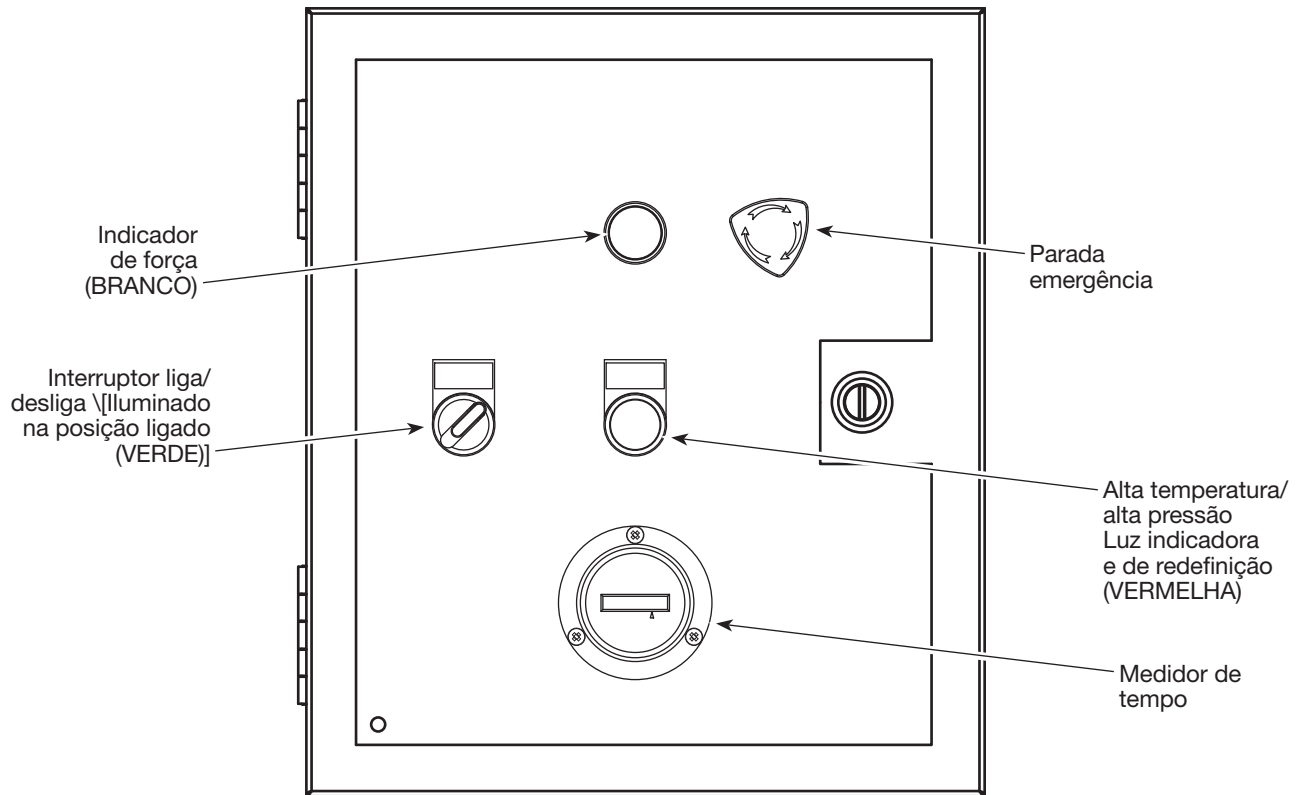

Figura 8 - Painel de controle
5. Redefina o interruptor de parada-E caso necessário (consulte a figura 8).